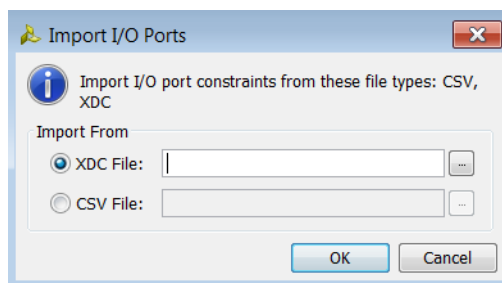

図 3-9 : [Import I/O Ports] ダイアログ ボックス
2. [Import I/O Ports] ダイアログ ボックス (図 3-9) で [CSV File] をオンにし、参照ボタンをクリックしてインポートするファイルを選択します。
2. [Import I/O Ports] ダイアログ ボックス (図 3-9) で [XDC File] をオンにし、参照ボタンをクリックしてインポートするファイルを選択します。